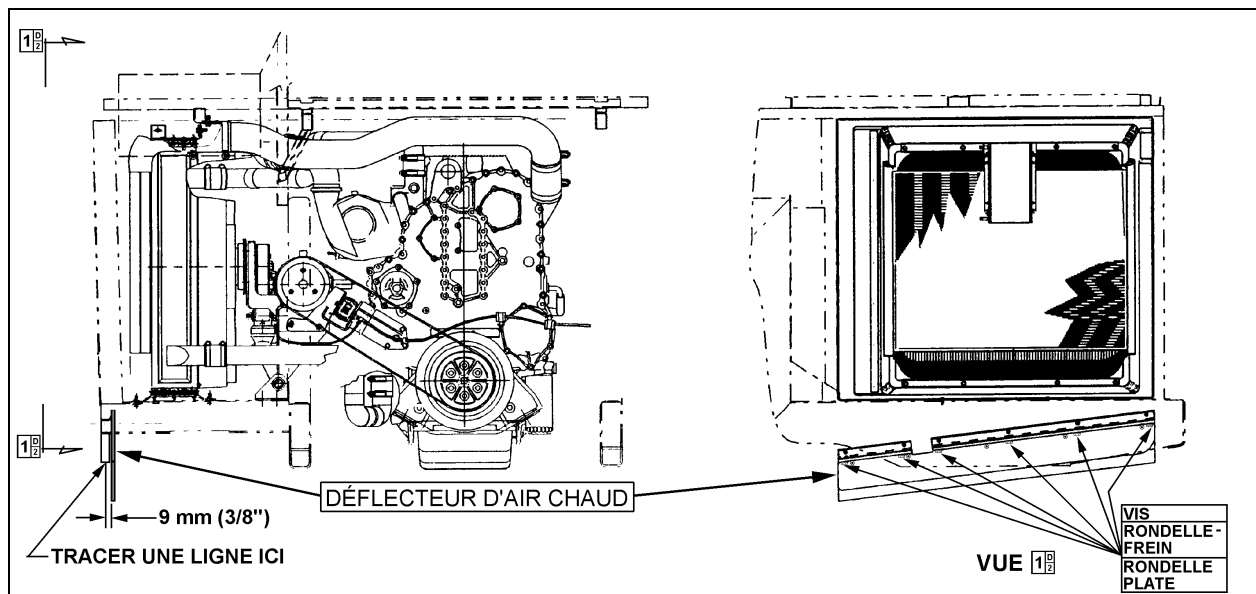

FIGURE 2 : DÉFLECTEUR D'AIR CHAUD POUR LES AUTOCARS H3
2. Tracer une ligne sur le châssis à 9 mm (3/8 po) du coin intérieur du déflecteur (voir figure 2).
- Fixer le déflecteur d'air chaud à l'aide de six vis, rondelles-freins et rondelles plates (voir figure 2).